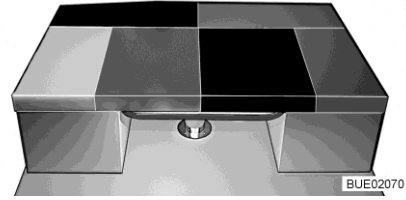

Fig. 157 Dopo la trasformazione
- Posizionare il cuscino aggiuntivo sul tavolo (vedi Fig. 157).